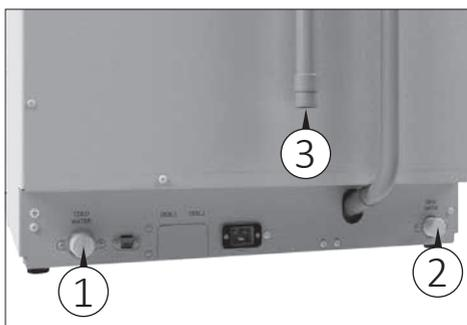

Fig. 8
Conexiones de agua (Fig. 8)
- 1) Conecte la máquina a las conexiones de agua (Fig. 8).